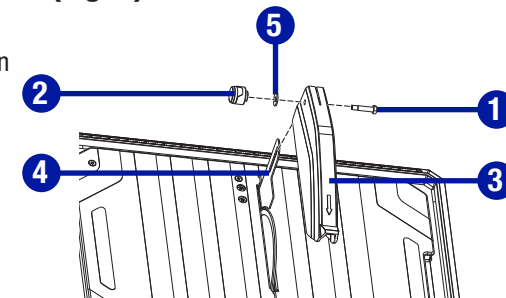

Fig. 4
## INSTALLATION DU PROTÈGE-LAME SUPÉRIEUR (Fig. 4)
Domage à l'article! Ne serrez pas trop le boulon hexagonal (1) et la molette de blocage (2). Le protège-lame supérieur (3) doit pouvoir s'élever et s'abaisser pendant que la pièce s'approche du disque de coupe. (Fig. 4)